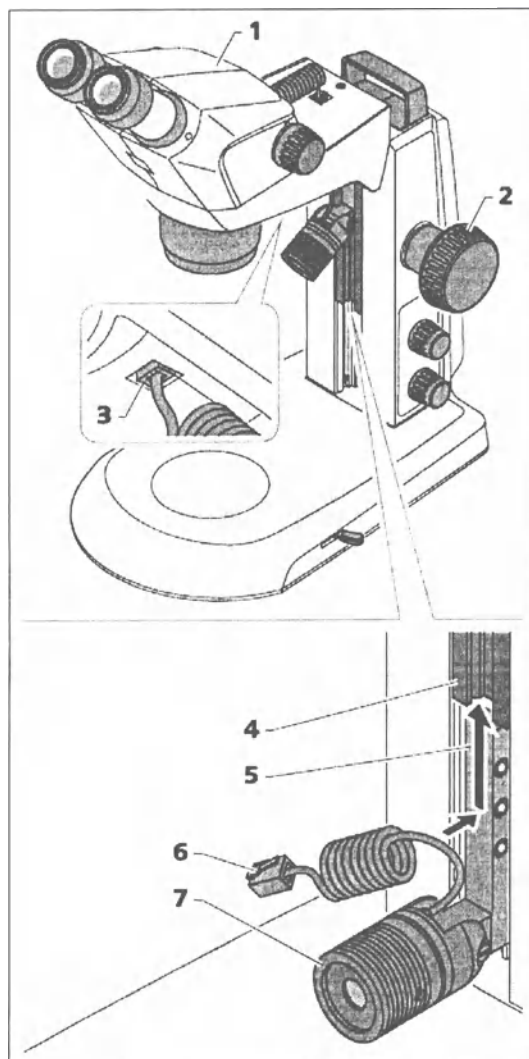

Рис. 12. Установка точечного осветителя
- Переместите корпус микроскопа (рис. 12/1) в крайнее верхнее положение при помощи регулятора фокусировки (рис. 12/2).
- Установите точечный осветитель (рис. 12/7) на штатив, устанавливая держатель (рис. 12/5) в направляющую штатива (рис. 12/4) снизу вверх до нужного положения.
- Вставьте соединительный кабель (рис. 12/6) точечного осветителя в нижнее гнездо опоры Stemi (рис. 12/3).